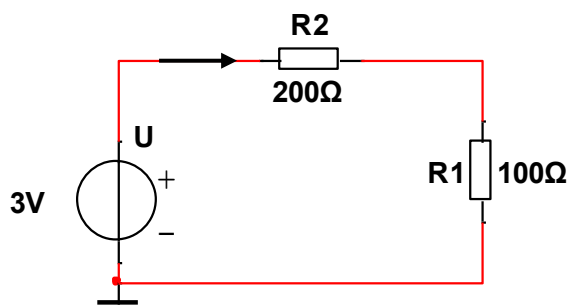

图 1-3 直流电压直流电流测量电路图
- 1) 从实验套件中选择电阻 $100\ \Omega$ 和 $200\ \Omega$ ，按图 1-3 在九孔方板上搭建电路；